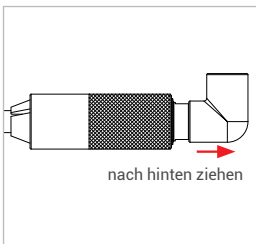

Abbildung 5
- ▶ Ziehen Sie leicht am Unterteil (Pos. 2) (Roter Pfeil Abbildung 5) des Adapters entgegen der Anschlussrichtung um sicherzustellen, dass der Adapter richtig angeschlossen ist.